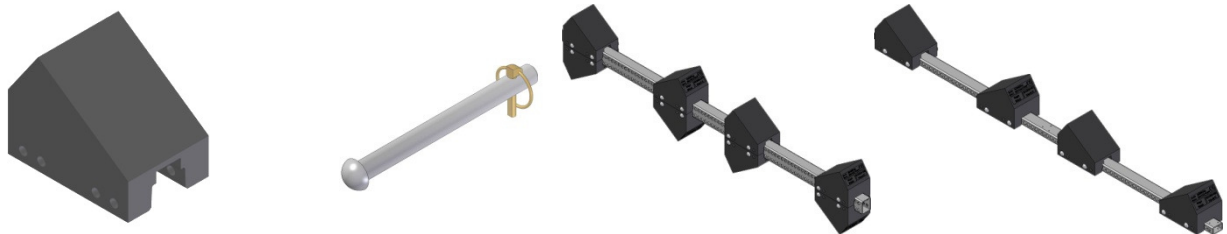

Abb. 1: PE-Keil, Sicherheitsbolzen mit Splint, Boden- und Zwischenprofil montiert mit Keilen
A. Überprüfen Sie die Teile wie in Abb. 1 gezeigt. Sollte ein Teil einen der hier beschriebenen Mängel vorweisen, muss dieses sofort ausgetauscht werden!!